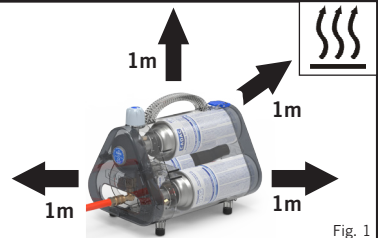

Fig. 1
- Ne jamais placer le Power Pak sur une cuisinière et toujours le garder à au moins 1 m de toute source de chaleur (Fig. 1). S'assurer par ailleurs de ne pas le placer dans un environnement où la température excède 40 °C.